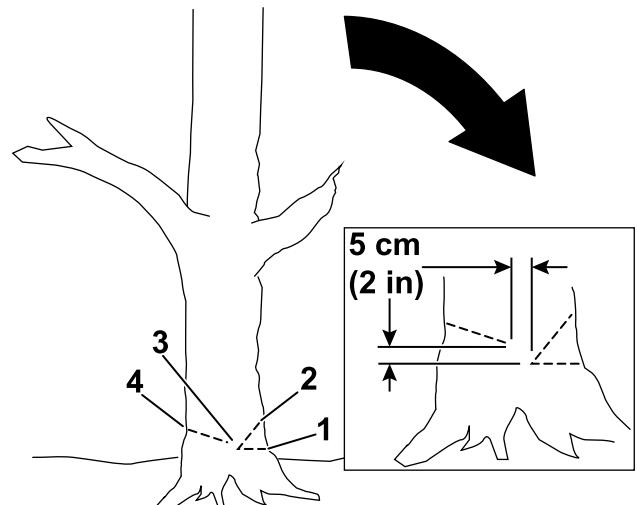

Bild 16
- 4. Machen Sie den ersten Schnitt ein Drittel durch den Baumdurchmesser an der Seite, zu der der Baum fallen soll (Bild 16).
5. Machen Sie einen zweiten Schnitt, um eine Kerbe zu bilden; fangen Sie den Schnitt mindestens 5 cm über und vom ersten Schnitt entfernt an (Bild 16).
6. Machen Sie den Rückschnitt von der anderen Seite der Kerbe, ungefähr 5 cm höher als die Unterseite der Kerbe, wie in Bild 16 abgebildet.
Wichtig: Beenden Sie den Schnitt 2,5-5 cm von der Kerbe, um ein Gelenk zwischen den Schnitten (Bild 16) zu erstellen; damit fällt der Baum nicht in die falsche Richtung oder dreht sich beim Fallen.
Hinweis: Wenn sich der Rückschnitt dem Gelenk nähert (Bild 16), beginnt der Baum zu fallen.